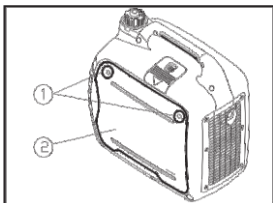
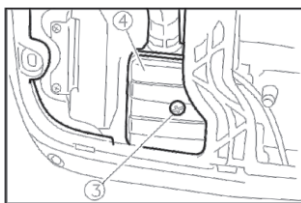

Рис.21
Рис.22
- 1.Снимите крышку доступа к маслозаливной горловине (2), отвернув болты (1) (рис.21). Открутите винт (3) и снимите крышку воздушного фильтра (4) (рис. 22).